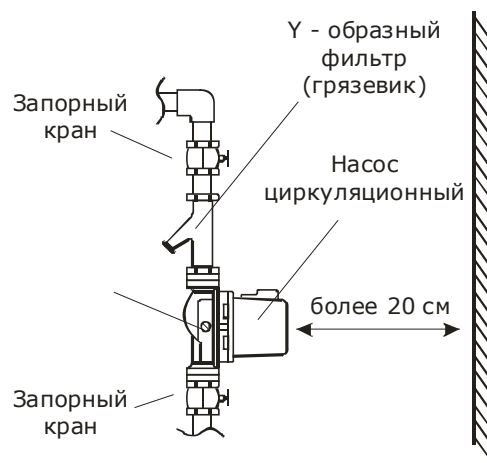

Рис.4
**2.12.** Для защиты циркуляционного насоса от грязи системы отопления, перед входным отверстием циркуляционного насоса необходимо установить узел очистки (сетчатый фильтр, грязевик и т.п.) (рис.4).
**2.13.** Для удобства технического обслуживания, на линии трубопровода, до и после циркуляционного насоса, необходимо установить запорную арматуру (рис.4).